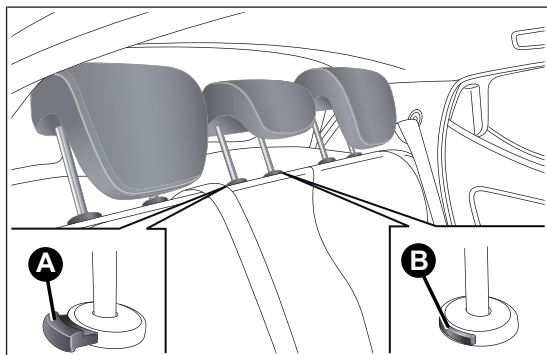

fig. 61
- soulever les appuie-tête jusqu'en butée, appuyer sur les deux boutons A fig. 61 et B à côté des deux supports, puis extraire les appuie-tête en les tirant vers le haut ;